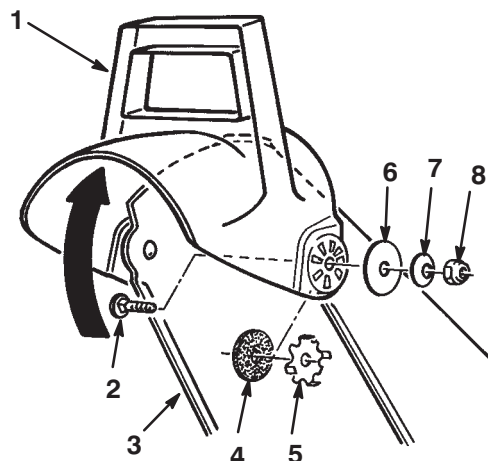

Figure 11
2. Fixez le côté gauche du déflecteur à l'éjecteur à l'aide des pièces requises comme illustré à la Figure 11.